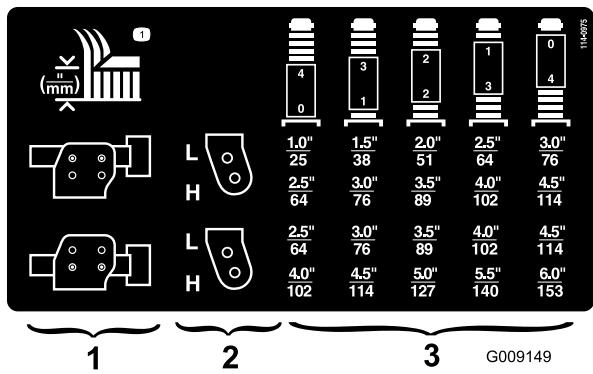

図 22
- キャスタホイールのアクスルをキャスタフォークの上穴または下穴にセット（全部のキャスタフォークで同じ穴に統一）する。刈高と使用する穴との関係はチャート（図 22）にて確認する。
刈高と、必要なシムの組み合わせとの関係はチャート（図 22）にて確認してください：